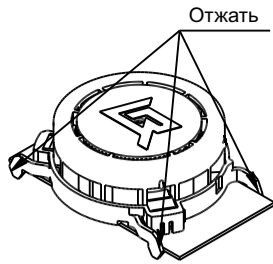

Рисунок 4
- б) отжать замки на дымовой камере (см. рисунок 4) и снять ее;